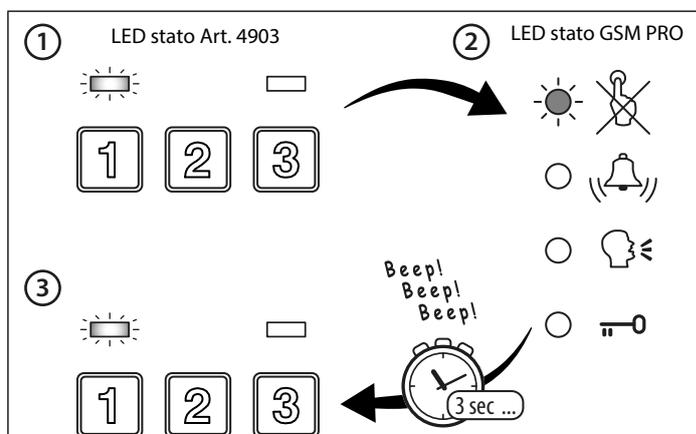

Fig. 104
2. il LED verde dei dati (**Fig. 104, ①**) su Art.4903 e il LED rosso di occupato (**Fig. 104, ②**) su GSM PRO lampeggeranno uno dopo l'altro;
3. il LED verde dei dati (**Fig. 104, ③**) lampeggerà una volta, si attiverà il relè corretto (RLY1 o RLY2 a seconda dell'impostazione) e la tastiera emetterà una serie di bip a intervalli di 1 secondo per la durata del tempo programmato per il relè.